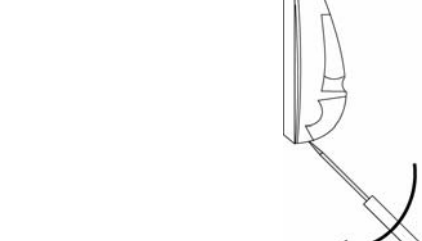

Fig. 1 Ouvrez le boîtier
- Insérez un petit tournevis plat au niveau de la languette située à la base de l'unité. Introduisez le tournevis dans l'encoche à un angle d'environ 45°. Faites levier sur la poignée du tournevis jusqu'à ce que le loquet fixant le couvercle au boîtier se détache (Fig. 1).
- Placez un cavalier sur les broches de sélection de la bande de fréquences appropriée (Fig. 1).
- Placez un cavalier sur les broches de sélection appropriées du décompte des impulsions (Fig.1).